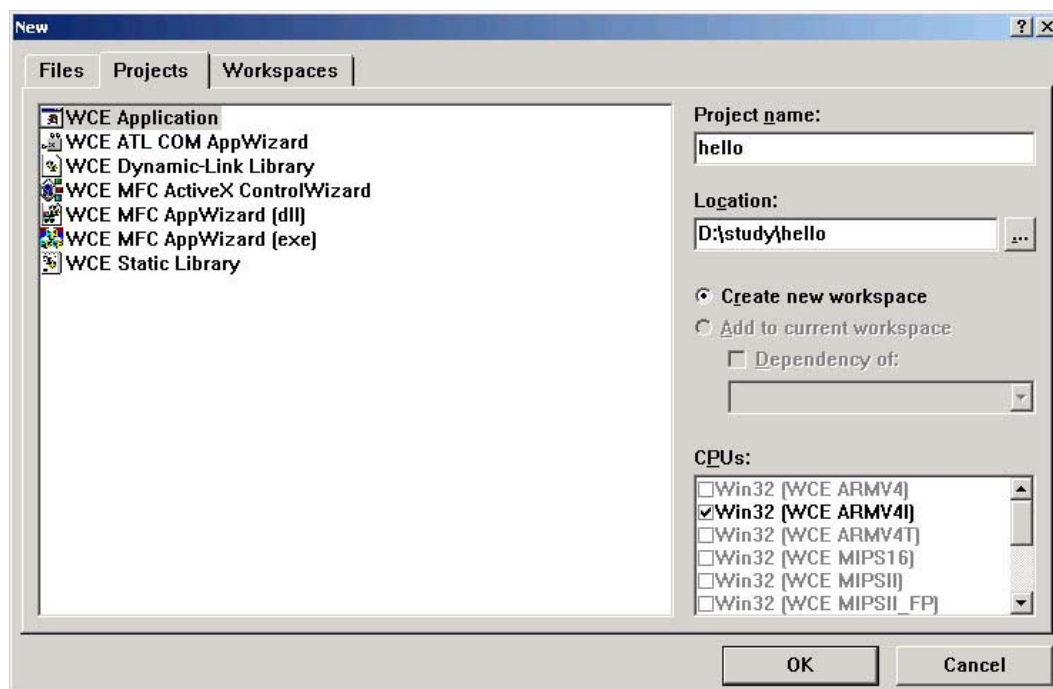

图 4-3 新建工程
3、在 Projects 选项卡中选择 **WCE Application**，并在右边 Project name 中输入工程名字 **hello**，在 Location 中指定该工程的存储位置，如图 4-3 所示。